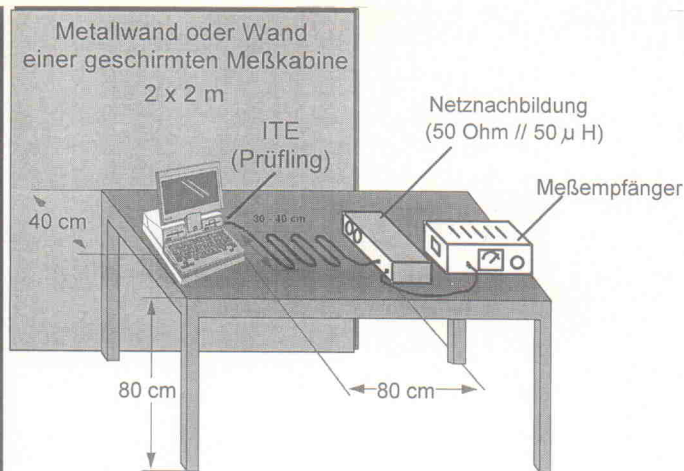

Bild 1. Prinzipieller Meßaufbau zur Messung der Funkstörspannung.
1. Aussendung von Störungen über die Anschlußleitungen des Gerätes (Messung der Funkstörspannung), Schirmbereich von 9 kHz bis 30 MHz. Die Durchführung dieser Messungen erfordert einen allseitig geschirmten Meßraum (Meßkabine) oder den Aufbau vor einer genügend großen Metallwand und geeignetes Meßequipment. Diese Messungen sind für alle Geräte durchzuführen (Bild 1).